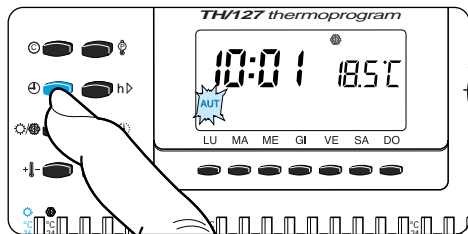

Fig. 16
5.6 - Premere il pulsante  (fig. 16).